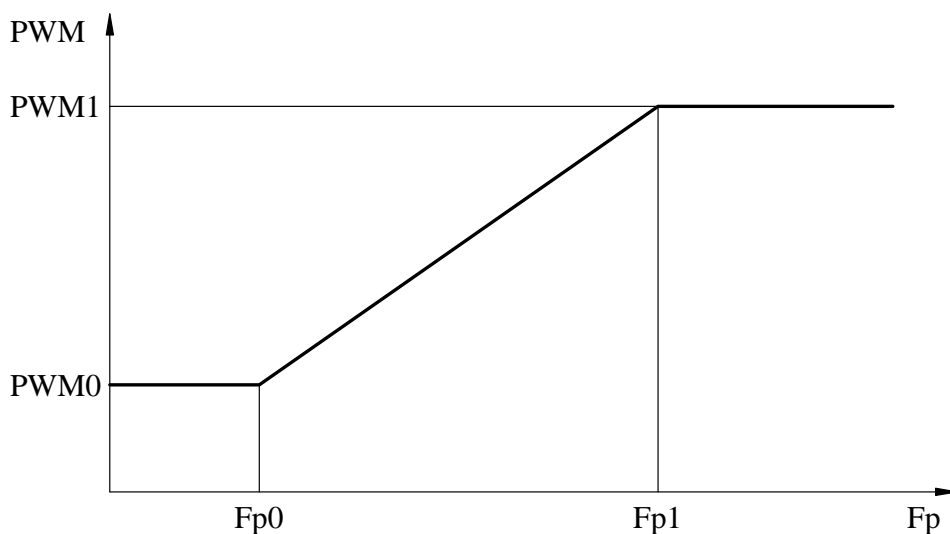

Рис. 7. Зависимость выходного относительного напряжения от частоты и табличных параметров.
3.9.9. Тип 4 – параметры кривой выходного относительного напряжения ($PWM=f(Fp)$) (рис.7)